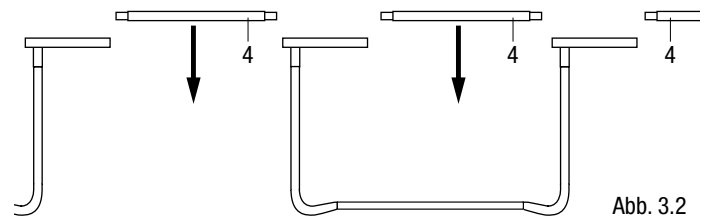

Abb. 3.2
- Fügen Sie nun die anderen Rahmenrohre (4) in die Zwischenräume zwischen den Standbeinen (6) ein, indem Sie sie aufeinander stecken. (Abb. 3.2) Bevor Sie das letzte Rahmenrohr einstecken, sollten Sie einen oder zwei Beinstützen zunächst wieder lösen. So lässt sich das letzte Rohr etwas leichter einstecken.